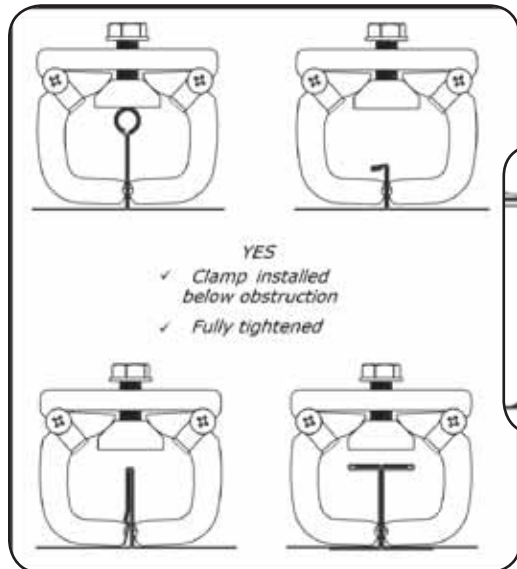

Fig. 3a
2. Placez la base avec les ensembles de pinces ouvertes sur les joints debout et poursuivez avec la fermeture et le serrage des ensembles de pinces. Les ensembles de pinces sont conçus pour se centrer automatiquement afin de donner un alignement adéquat. Les toits à joints debout diffèrent, mais dans tous les cas, les pinces doivent se fermer au-dessous de l'obstacle du joint pour s'assurer qu'elles sont correctement fixées et qu'elles ne glissent pas (voir fig. 3a). Serrez les ensembles de pinces à 40 pi/lb (54 Nm), en alternant les boulons jusqu'à ce que tous les boulons soient serrés à la valeur de couple appropriée. *Remarque : une fois le premier boulon serré à 40 pi/lb (54 Nm), ne pas serrer les trois autres boulons plus de trois fois chacun.*
5. Placez la base avec les ensembles de pinces ouvertes sur les joints debout et poursuivez avec la fermeture et le serrage des ensembles de pinces. Les ensembles de pinces sont conçus pour se centrer automatiquement afin de donner un alignement adéquat. Les toits à joints debout diffèrent, mais dans tous les cas, les pinces doivent se fermer au-dessous de l'obstacle du joints pour s'assurer qu'elles sont correctement fixées et qu'elles ne glissent pas (voir fig. 3a). Serrez les ensembles de pinces à 40 pi/lb (54 Nm), en alternant les boulons jusqu'à ce que tous les boulons soient serrés à la valeur de couple appropriée. *Remarque : une fois le premier boulon serré à 40 pi/lb (54 Nm), ne pas serrer les trois autres boulons plus de trois fois chacun.*